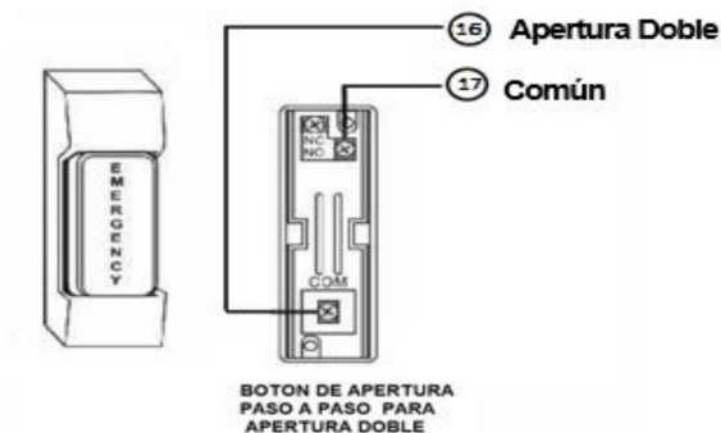

Fig.13
- Conectar a la Tableta Electrónica en Terminales 16 y 17 (Fig.13)